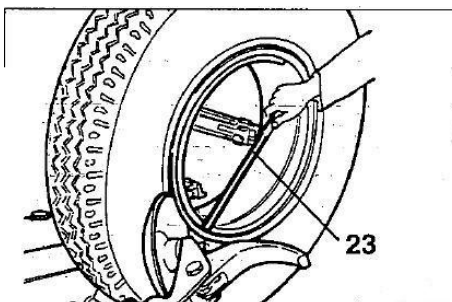

Рис. 7.17
- 5) Повторить операцию, теперь установить диск приспособления напротив бортового кольца (см. рис. 7.17). Воздействуя приспособлением, отжать шину от кольца. Снять бортовое кольцо с помощью специального рычага LC (23, рис. 7.17) или диска отрыва борта.
- 5) Повторить данную операцию и переместить диск приспособления к бортовому кольцу (см. рис. 7.17), отжать шину от кольца. Снять кольцо с помощью специального рычага LC (23, рис. 7.17) или диска отрыва борта шины.